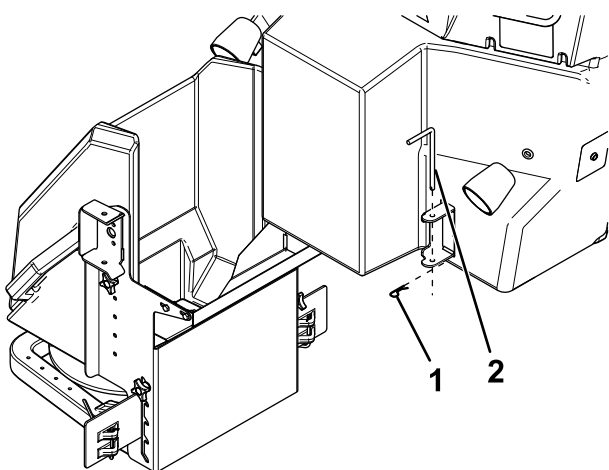

Figure 53
4. Déposez la goupille fendue et de verrouillage droite du distributeur (Figure 53).
5. Écartez le distributeur de l'ouverture de la benne (Figure 53).